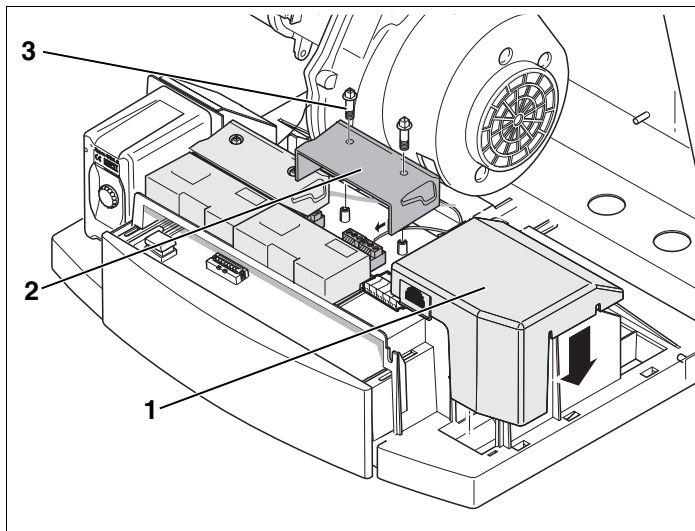

Рис. 4 Установка клеммной крышки
- Установить крышку клеммной коробки (рис. 4, **поз. 1**) на прежнее место.
- Установить клеммную крышку функционального модуля (рис. 4, **поз. 2**).
- Закрутить винты (рис. 4, **поз. 3**) крестовой отверткой или ключом.